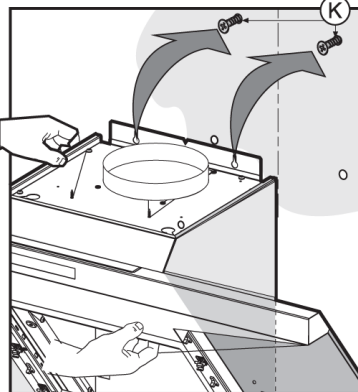
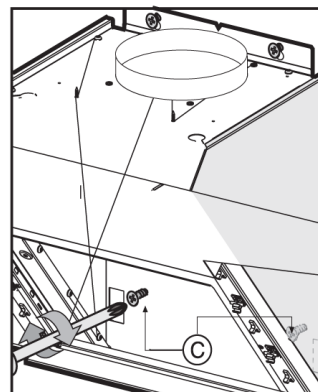

Рис. 12
Рис. 13
4. Заверните два верхних шурупа крепления вытяжки так, чтобы на них можно было подвесить вытяжку без декоративных коробов воздуховода (рис.12). Подвесьте вытяжку на шурупы К, выровнявая ее в горизонтальном положении. По завершении выравнивания окончательно закрепите вытяжку при помощи 2-х шурупов С (рис.13).